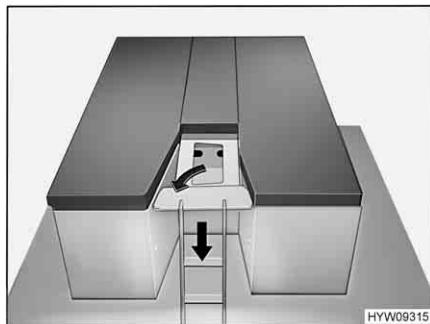

Fig. 102 Posizionamento di scala e supporto
- Estrarre la scaletta dall'ampliamento e appoggiarla sul pavimento. La scaletta è collegata all'ampliamento per mezzo di uno snodo (Fig. 102).
- Estrarre il supporto aggiuntivo dalla rientranza nell'ampliamento, ruotarlo e inserirlo come mostrato sopra la scala, nel profilo in alluminio (Fig. 102).